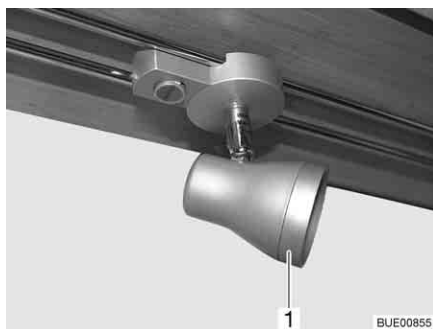

Fig. 219 Spot halogène (coulissant)
- Tourner la bague extérieure (Fig. 219,1) dans le sens inverse des aiguilles d'une montre jusqu'à ce qu'elle se détache du boîtier.